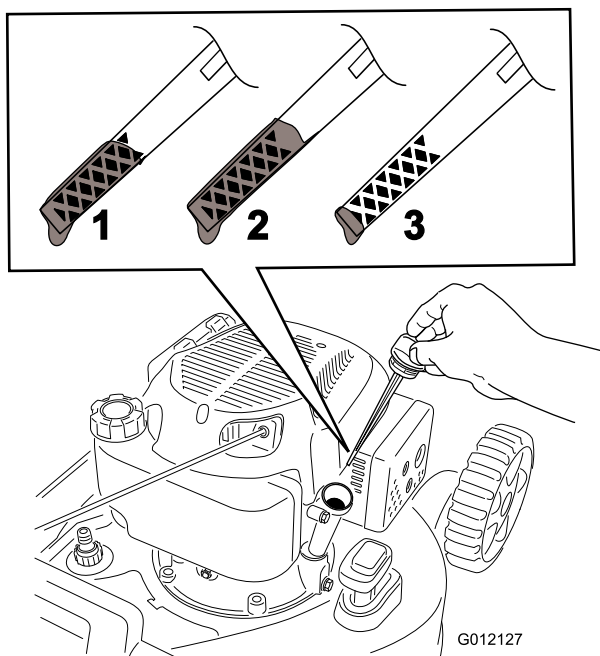

Рисунок 11
2. Извлеките масломерный щуп (Рисунок 11).
5. Выньте масломерный щуп и проверьте уровень масла по щупу (Рисунок 11).